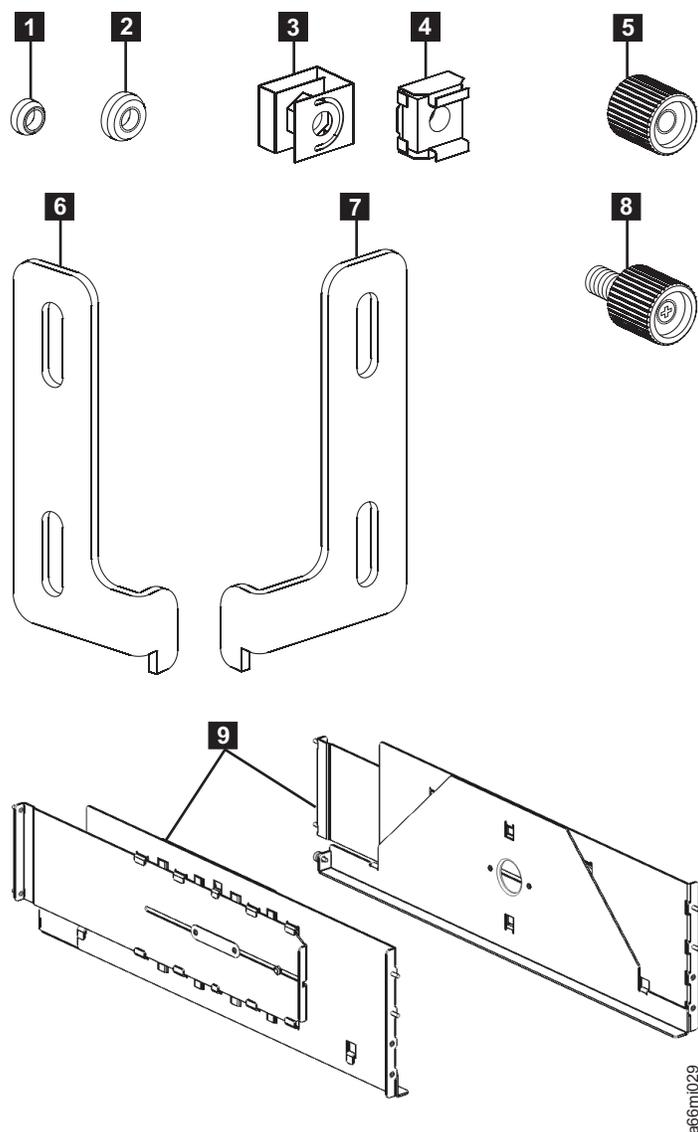

Рисунок 3-3. Аппаратное обеспечение Комплекта для монтажа в стойку (детали изображены на рисунке без соблюдения пропорций)
16	Центровочные гайки: <ul style="list-style-type: none"> <li>• 8 для стоек с круглыми отверстиями (1 в рис. 3-3)</li> <li>• 8 для стоек с квадратными отверстиями (2 в рис. 3-3)</li> </ul>
8	Черные гайки с накаткой ( 5 в рис. 3-3)
2	Уши стойки ( 6 и 7 в рис. 3-3):
4	Винты ушей стойки ( 8 в рис. 3-3):
2	Направляющие ( 9 в рис. 3-3)
8	Гайки с зажимами/гайки для рам: <ul style="list-style-type: none"> <li>• 4 гайки с зажимами для стоек с круглыми отверстиями ( 3 в рис. 3-3 на стр. 3-5)</li> <li>• 4 гайки для рам для стоек с квадратными отверстиями ( 4 в рис. 3-3 на стр. 3-5)</li> </ul>
2	Уши стойки ( 6 и 7 в рис. 3-3 на стр. 3-5):
4	Винты ушей стойки ( 8 в рис. 3-3 на стр. 3-5):
Направляющие ( **9** в рис. 3-3 на стр. 3-5) в комплекте для монтажа в стойку занимают пять единиц EIA вертикальной стойки и устанавливаются в пяти нижних ячейках EIA расположения, выбранного для данной библиотеки.
3. Для библиотеки 14U установите гайки с зажимами( **3** в рис. 3-3 на стр. 3-5) для направляющих вертикальной стойки с круглыми отверстиями или гайки рамы ( **4** в рис. 3-3 на стр. 3-5) для направляющих вертикальной стойки с квадратными отверстиями в передних направляющих в следующее положение:
1. Сложите направляющую ( **9** в рис. 3-3 на стр. 3-5).
- Для направляющих вертикальной стойки с круглыми отверстиями используются круглые центровочные гайки ( **1** в рис. 3-3 на стр. 3-5).
- Для направляющих вертикальной стойки с квадратными отверстиями используются квадратные центровочные гайки ( **2** в рис. 3-3 на стр. 3-5).
- b. Поместите на каждый штифт гайку с накаткой ( **5** в рис. 3-3 на стр. 3-5) и затяните.
- б. Поместите на каждый штифт гайку с накаткой (5 в рис. 3-3 на стр. 3-5) и затяните.
- c. Вставьте винты (**8** в рис. 3-3 на стр. 3-5) в отверстия на правом ухе стойки (**7** в рис. 3-3 на стр. 3-5) и затяните их.